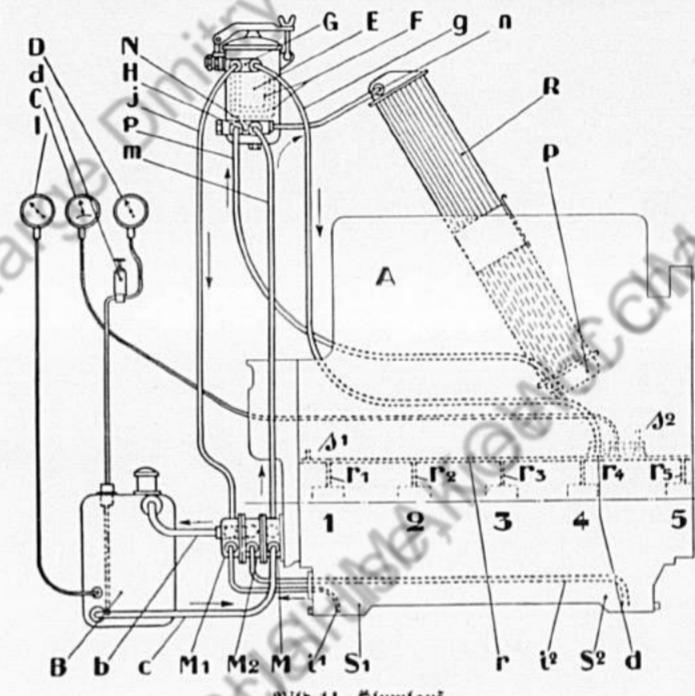

Bild 14. Ölumlauf
1. Für Pz. Kfz. mit Fahrgestell-Nr. 1 bis 250 (Bild 14 u. 15).